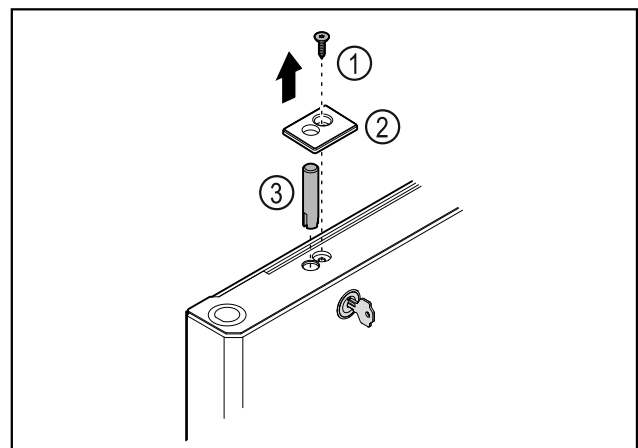

Fig. 35
- ▶ Schraube Fig. 35 (1) entfernen.
- ▶ Abdeckung Fig. 35 (2) mit einem kleinen Schraubendreher ausrasten und abnehmen.
- ▶ Schlossbolzen Fig. 35 (3) herausziehen.